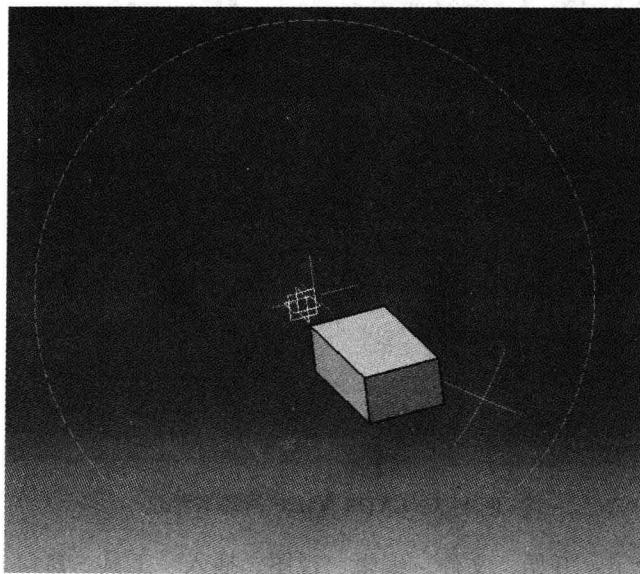

图 1-4 旋转状态
3) 旋转模型：同时按住中键和右键或者同时按住中键和左键，鼠标光标成小手状，工作窗口有一个高亮显示的圆，如图 1-4 所示。移动鼠标则物体开始旋转，旋转中心始终是屏幕的中心。当然用户也可以制定旋转中心，方法是用鼠标中键单击指定位置即可。